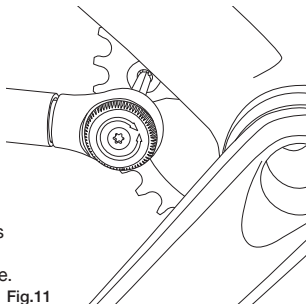

Fig.11
- Serrez les vis avec une clé dynamométrique à 8 Nm (71 in.lbs) (Fig. 11).